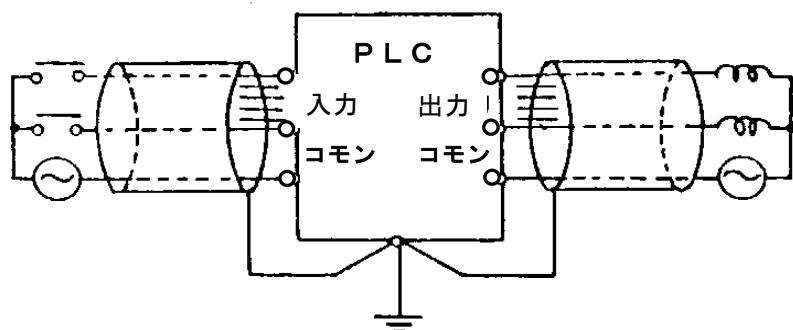

図18 シールドケーブルの接地
- 4) シールドケーブルを用いて入出力を配線する場合のシールド導体の接地は図18に示すようにPLC側に近いシールド導体をきょう体接地端子に接続する。